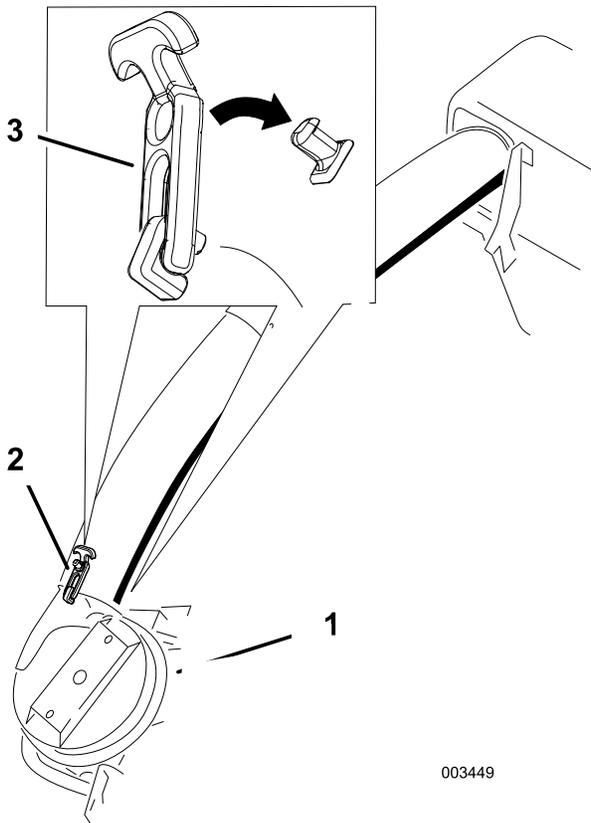

Figure 53
9. Glissez le tube inférieur sur le carter de ventilateur et verrouillez-les ensemble (Figure 53).